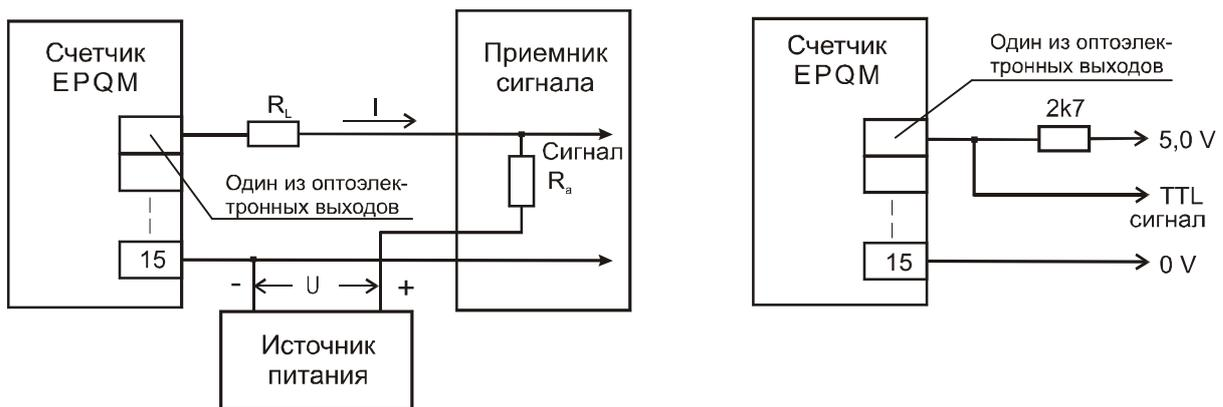

Рис. 10-5. Схемы включения внешних устройств к телеметрическим входам  $T_m$ , +P, -P, +Q, -Q.
10.2.5. Рекомендованные схемы включения внешних устройств к телеметрическим входам  $T_m$ , +P, -P, +Q, -Q. показаны на Рис. 10-5.